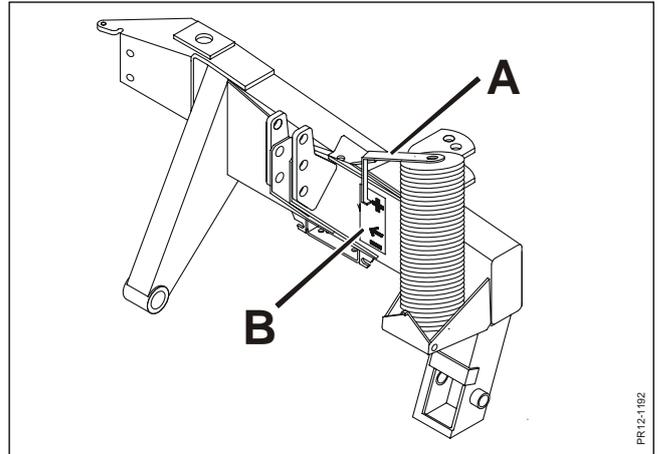

Fig. 3-8
- Fig. 3-8** Das doppelwirkende Steuergerät in Schwimmstellung bringen. Die Unterlenker anheben/absenken, bis die Maschine die korrekte Arbeitshöhe erreicht hat. Der Indikator **A** steht dann gegenüber dem Pfeil auf dem Transfer **B**, wie im Abschnitt 2 beschrieben.
**NB:** Eine unebene Stoppel oder unebenes Fahren auf dem Feld können durch die Einstellung gemäß Fig. 3-8 abgeholfen werden.